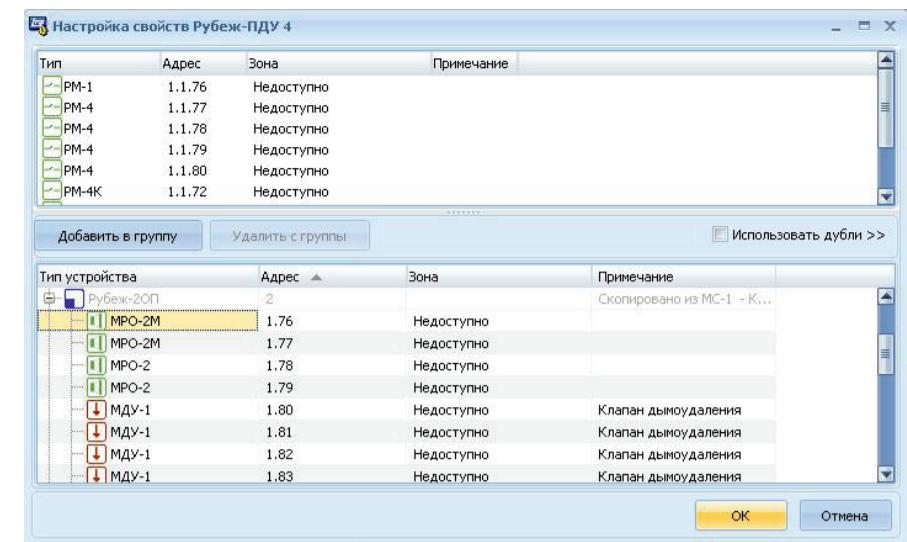

Рисунок 4
4.4 Затем раскрыть список направлений, правым кликом вызвать выпадающее меню для требуемого направления и выбрать пункт «Свойства» (см. рисунок 4). В открывшемся окне в нижнем поле будет список доступных ИУ, в верхнем – список ИУ, присвоенных к направлению. Выделив присвоенное к группе ИУ, можно задать для него инверсное включение и задержки на включение и выключение.